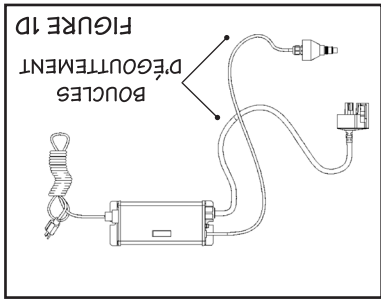

FIGURE 1D
3. Fixer le système sur le mur à l'aide des brides fournies. On peut employer diverses méthodes pour raccorder le système à la source d'eau; cependant on recommande l'emploi de raccords union. On recommande fortement l'installation d'un limiteur de débit, afin que le débit recommandé par le fabricant soit maintenu. On doit installer le limiteur de débit sur la sortie d'eau, tout en respectant le sens de circulation de l'eau (flèche gravée sur le régulateur de débit - Figure 1C). N'EFFECTUER AUCUNE OPÉRATION DE SOUDAGE PENDANT QUE LES RACCORDS SONT FIXÉS AU SYSTÈME. VOUS POUVEZ CAUSER DES DOMMAGES AUX JOINTS TORIQUES. 4. Fixer le contrôleur Silver ICE horizontalement sur le mur, à proximité du réacteur. Idéalement, placer le contrôleur au-dessus du réacteur et à distance de tout branchement de la canalisation d'eau, pour éviter que le contrôleur puisse être arrosé ou mouillé par une éventuelle fuite d'eau au niveau d'une connexion ou par la condensation. De plus, former une demi-boucle avec le câble d'alimentation électrique, le câble du capteur et le câble de la lampe (Figure 1D), ce qui empêchera que l'eau s'écoule le long d'un câble et s'introduise dans le contrôleur. 5. Installer la lampe UV et le capteur UV - voir les instructions aux pages 7 à 9. 6. Après avoir réalisé tous les raccordements, ouvrir lentement l'arrivée d'eau et inspecter tous les composants du circuit pour des fuites. Les points où il y a un joint torique sont les plus sujets à la formation d'une fuite. En cas de fuite, fermer l'arrivée d'eau, vidanger complètement le réacteur, enlever l'écrou de retenue, essuyer soigneusement le joint torique et les filetages et réinstaller. 7. Après vérification de l'absence de toute fuite, raccorder le câble d'alimentation du système au disjoncteur de fuite à la terre; vérifier le bon fonctionnement du contrôleur et de l'ensemble du système. Le contrôleur détecte la présence de la tension d'alimentation électrique du système et de l'illumination de la lampe. Il demeure cependant important de NE JAMAIS REGARDER DIRECTEMENT LA LAMPE UV ALLUMÉE. 8. Laisser l'eau s'écouler quelques minutes pour évacuer tout résidu d'air ou de poussière qui peuvent être présents dans le réacteur. NOTE: En l'absence d'une circulation de l'eau, l'eau présente dans le réacteur s'échauffe parce que la lampe UV est toujours allumée. Pour éviter ceci, laissez l'eau s'écouler par un robinet d'eau froide, n'importe où dans la maison, pendant une minute - ceci permettra l'évacuation de l'eau réchauffée du réacteur.